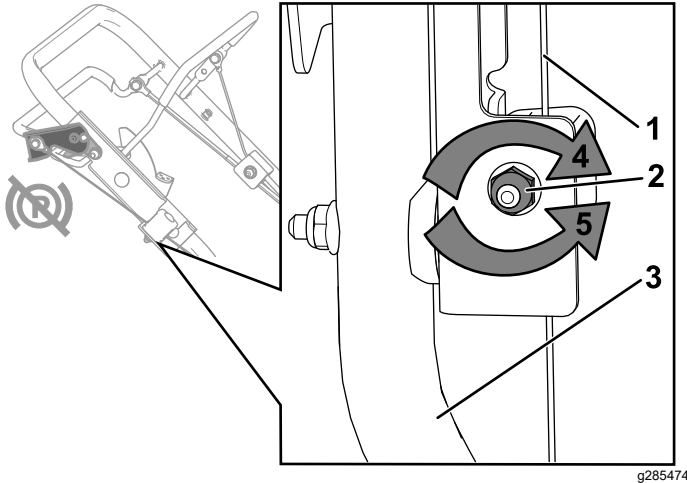

Figure 51
2. Tournez l'écrou de réglage dans le sens antihoraire pour desserrer le réglage (Figure 51).
3. Ajustez la tension du câble (Figure 51) en tirant en avant ou en poussant en arrière la gaine et en la maintenant à cette position.